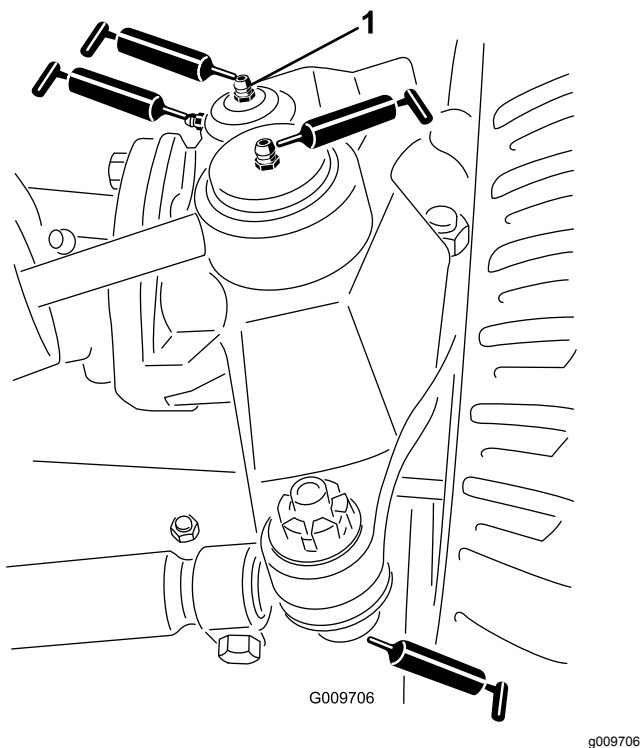

Figura 43
- Articuciones esféricas del cilindro de dirección (2) (Figura 43)
- Articuciones esféricas de las bielas (2) (Figura 43)
- Casquillos del pivote de dirección (2) (Figura 43). **El punto de engrase superior del pivote de dirección debe lubricarse solamente cada año (2 aplicaciones).**